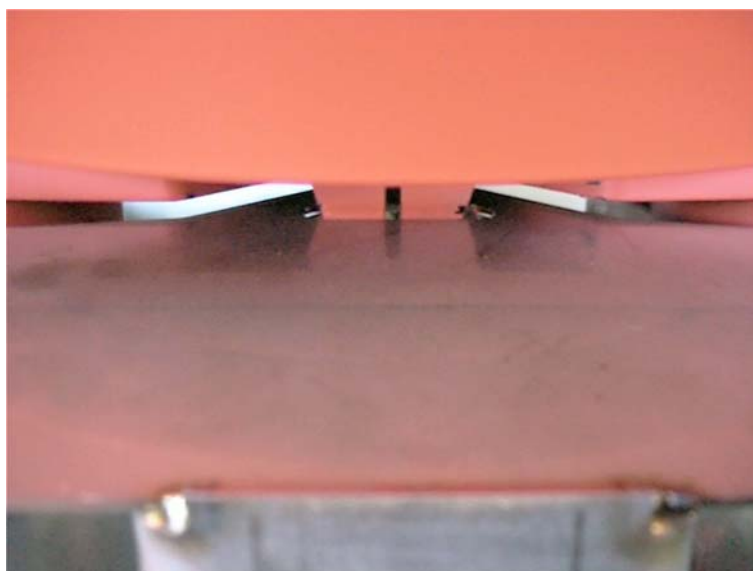

Abb.2
- ❑ Bei Streuern mit Grenzstreueinrichtung muss die Reihenstreuvorrichtung an der "Nase des Führungsbleches" eingehängt werden (siehe Abb. 2).